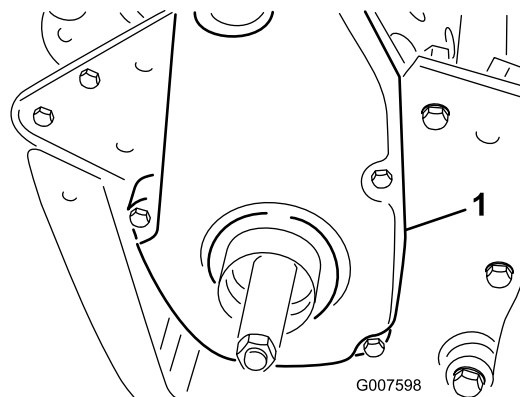

図 36
1. ベルトカバー取り付けネジを外してカバーを取り、ベルトを露出させる（図 36）。